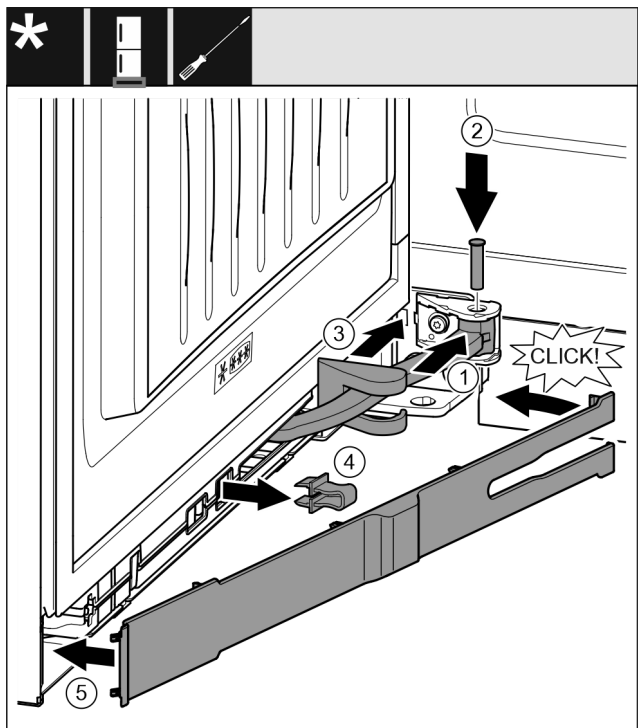

Fig. 47
- ▶ Rotiți articulația în sistemul de suspendare. Fig. 47 (1)
- ▶ Introduceți cu o șurubelniță T15 bolțul în sistemul de suspendare și articulație. Urmăriți ca respectiva camă de cuplare să fie așezată corect în canelură. Fig. 47 (2)
- ▶ Împingeți capacul suportului de lagăr de-a lungul articulației și montați-l deasupra sistemului de suspendare. Fig. 47 (3)
- ▶ Detașați siguranța. Fig. 47 (4)
- ▶ Așezați și rabatați în interior masca pe partea mânerului. Fig. 47 (5)